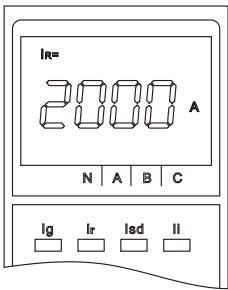
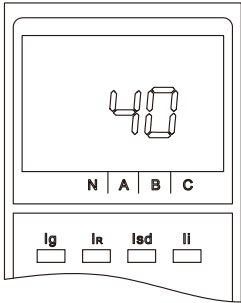

图74 Ir设定值
图83 操作次数
③ 查询状态：在缺省界面下，按“菜单”键一次进入整定值查询状态，再按“→”键依次查询四段保护及其他参数整定值，详见图74~图83，具体调整数据范围见说明书序4.2